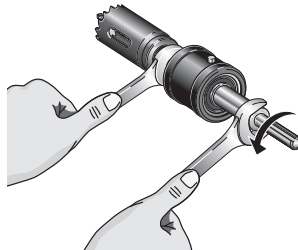

Figura 17 – Reemplazo del mandril hexagonal
2. Con una llave de $\frac{5}{8}$ " (16 mm), afloje el eje hexagonal y extráigalo. Vea la Figura 17.